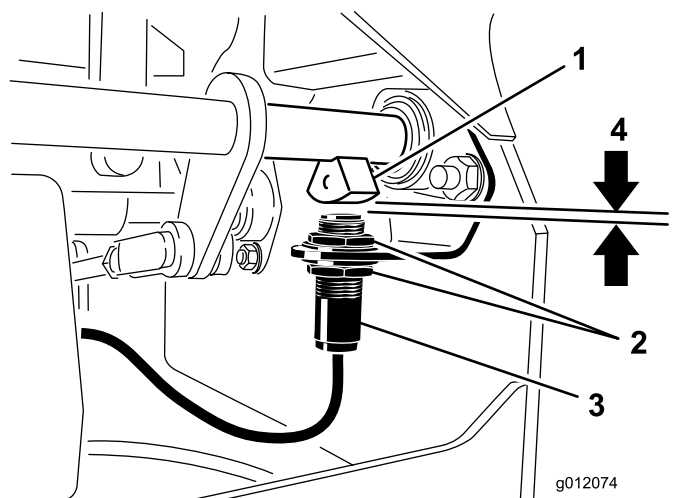

Figure 67
4. Montez ou descendez le contacteur sur le support jusqu'à ce que le capteur d'arbre de frein et le plongeur du contacteur soient distants de 4 mm (5/32 po), comme montré à la (Figure 67).